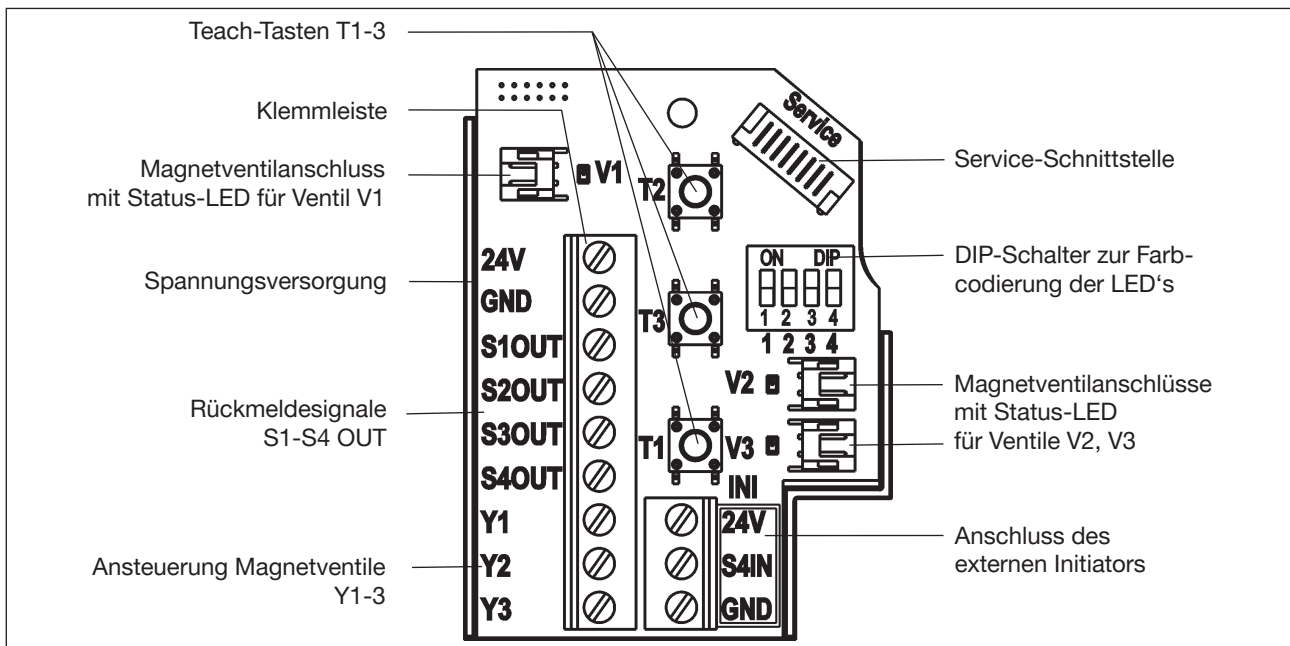

Bild 17: 24 V DC-Elektronikmodul
- Adern entsprechend der in „Bild 17“ beschriebenen Anschlussbelegungen an den Anschlussklemmen fixieren.